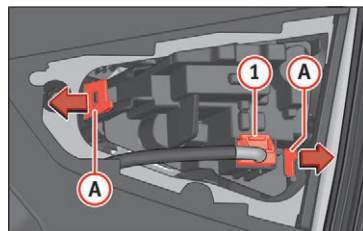

Fig. 118 Afmontering af pæreholder
4. Træk stikket af lygten » Fig. 118 ①.
5. Afmonter pæreholderen (A) ved at løsne fastgørelsestapperne.